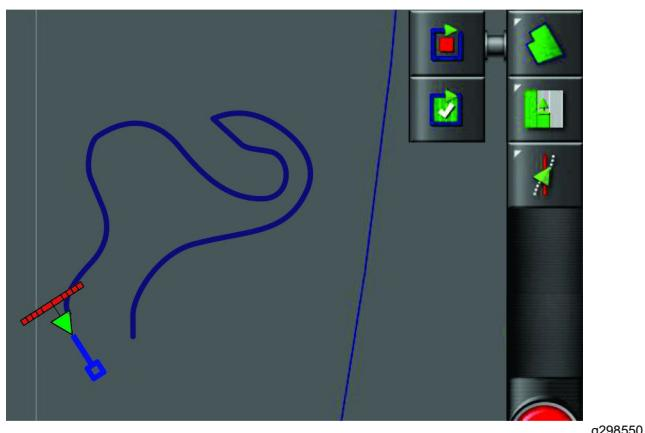

Figure 44
- Lorsque vous approchez du point de départ de la limite du champ, arrêtez la machine (Figure 44).